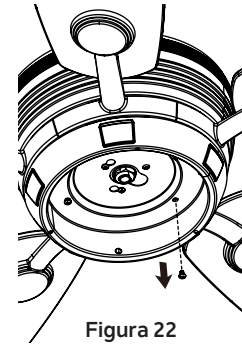

Figura 22
**Paso 1.** Retire uno de los tres tornillos de la placa de luz, afloje los otros dos (pero no los quite). (Figura 22)